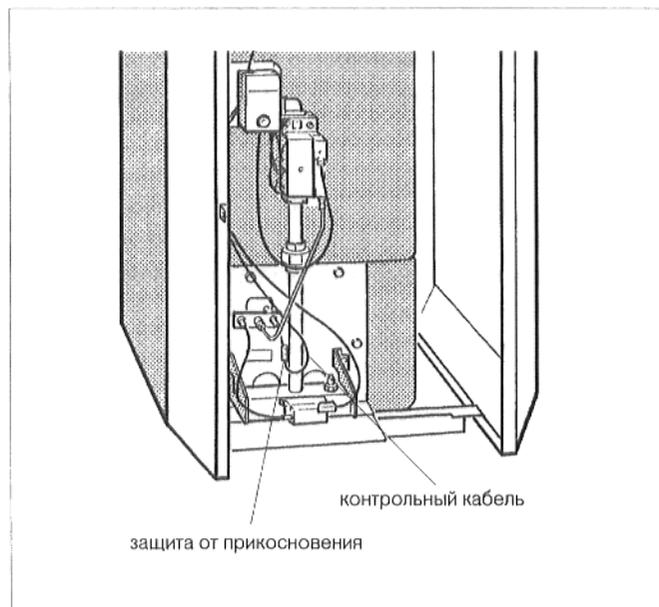

Рис. 34: контрольный кабель
- Устранить защиту от прикосновения у контрольного кабеля (рис. 34) и разъединить штекерное соединение.